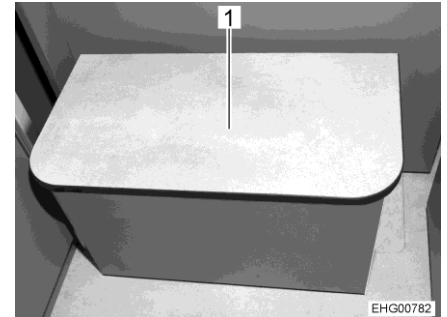

Fig. 67 Dispositivo de ascenso
- Levantar y plegar el peldaño (Fig. 67,1).